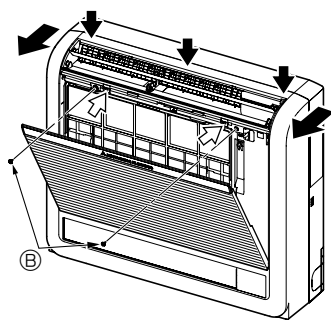
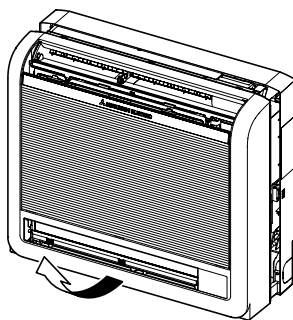
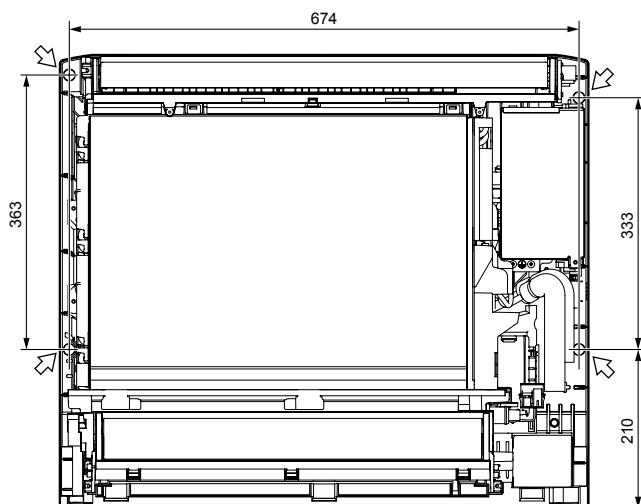

Fig. 3-3
Fig. 3-4
Fig. 3-5
- ① Appuyez sur les 2 positions indiquées par les flèches et ouvrez la grille avant. (Fig. 3-3)
- ② Ouvrez la grille avant et retirez les deux vis.
- ③ Ouvrez l'ailette horizontale de la sortie d'air supérieure, poussez le haut du panneau frontal en trois endroits différents, puis sortez le haut de la grille de l'appareil intérieur.
- ④ Soulevez la grille avant pour la retirer. (Fig. 3-4)
② Vis
3.3. Installation de l'appareil intérieur (Fig. 3-5)